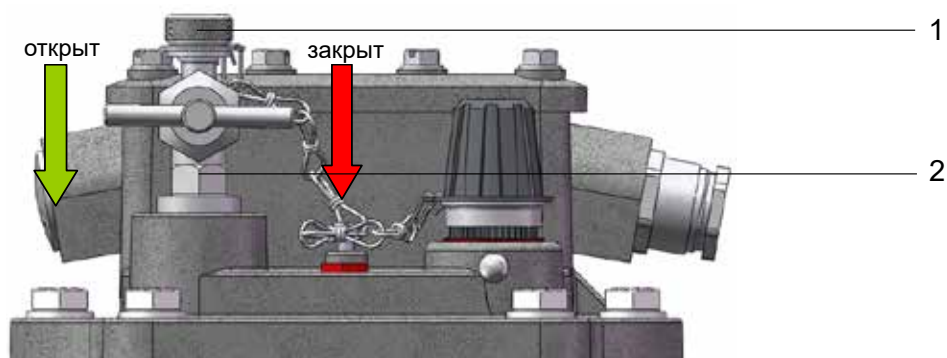

Рис. 2 - Контрольный клапан
- Отвинтить малую глухую гайку (Рис. 2/ № 1) с контрольного клапана (Рис. 2/ № 2)